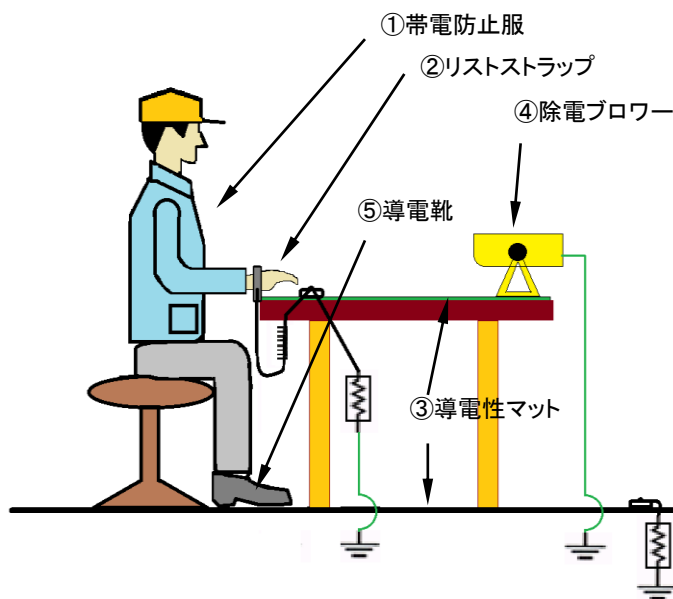

図 5-3. 静電気帯電対策
以下及び図 5-3 に、一般的な静電気対策方法を記述します。
- 作業台表面及び作業台周囲の床は導電性マット(表面抵抗値:  $10^5 \sim 10^8 \Omega$ )を敷き確実に接地する。(図 5-3、③導電性マット)
- 作業者は帯電防止服、導電靴及びリストストラップ( $1M \Omega \pm 10\%$ )を使用し確実に接地する。(図 5-3、①帯電防止服、②リストストラップ、⑤導電靴)
- 作業台には除電ブローワーを設置し、イオン風の中でデバイスを取り扱う。作業台の上にアースのとれた導電シート敷く。(図 5-3、④除電ブローワー)